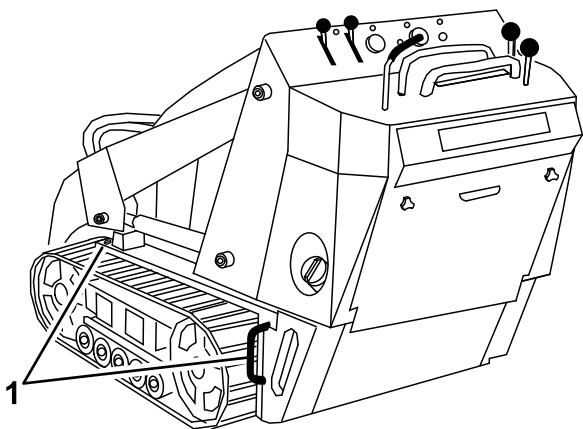

Рисунок 20
8. Используя металлические скобы для фиксации на машине, надежно прикрепите машину к прицепу или грузовику с помощью стропов, цепей, троса или веревок (Рисунок 20). Изучите местные нормативные документы по требованиям к креплению оборудования.
Вы можете поднять машину, используя в качестве такелажных точек скобы для фиксации/подъема; см. Рисунок 20.